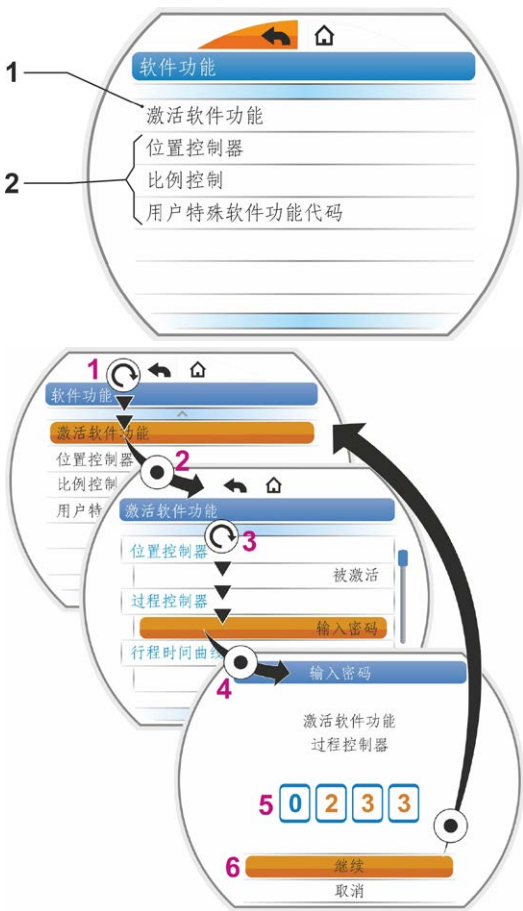

图2：启用软件功能
2. 选择“激活软件功能”（如图2中1所示）并确认（2）。
3. 选择所需的软件功能*，如图2中3所示。本例中以“过程控制器”为例。
4. 确认，如图2中4所示。